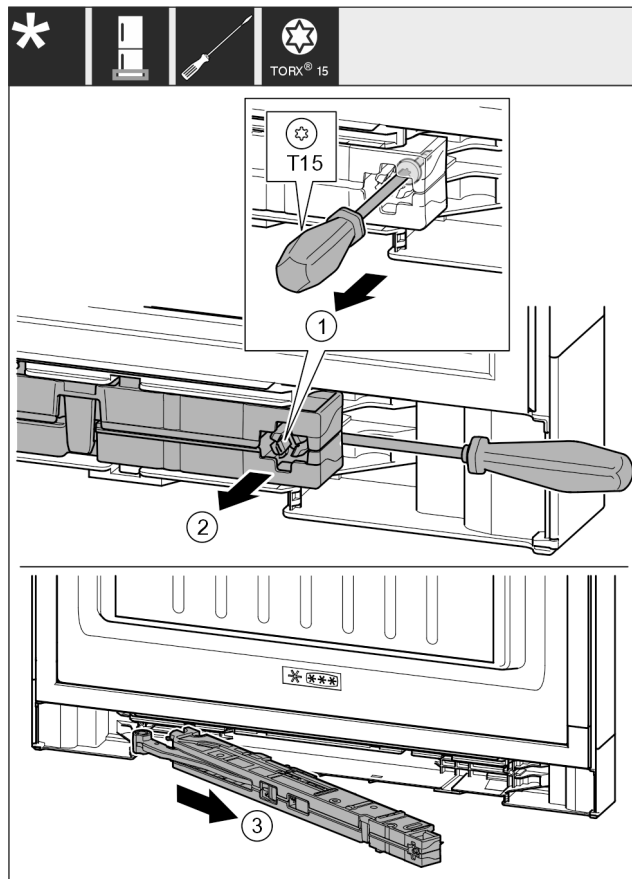

Fig. 17
- Allentare la vite di ca. 14 mm sull'unità ammortizzatore di chiusura con il cacciavite T15. Fig. 17 (1)
- Spingere con un cacciavite sul lato maniglia dietro l'unità ammortizzatore di chiusura. Ruotare l'unità in avanti. Fig. 17 (2)
- Estrarre l'unità. Fig. 17 (3)